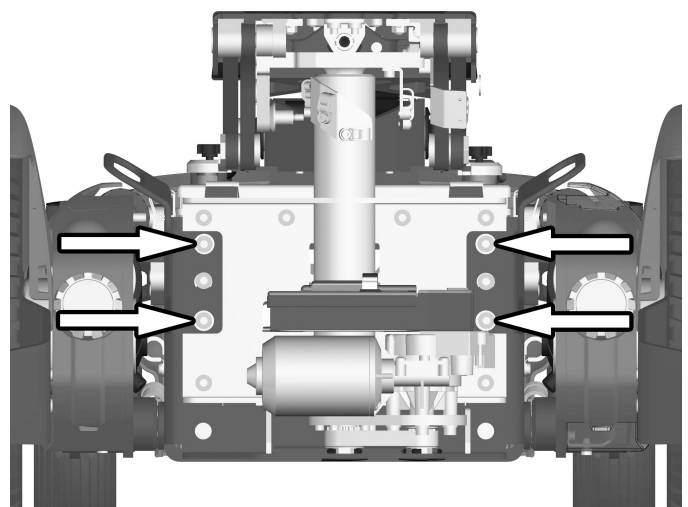

Abbildung 84. Die vorderen Transportösen sind mit je zwei Schrauben befestigt.
3. Die vorderen Transportösen wieder anmontieren. Sie sind mit je zwei Schrauben befestigt. Siehe Abbildung. 84.